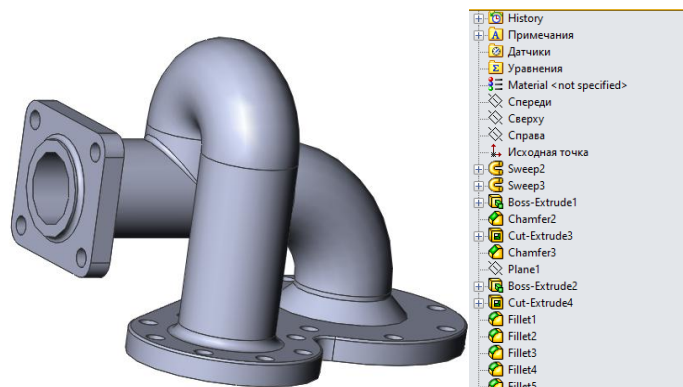

Рис. 1 – Модель №1
1. Модель № 1 застосовує базові функції, такі як «Extruded Boss/Base», «Sweet» та «Extruded Cut» для побудови моделі зі складною формою(рис.1).